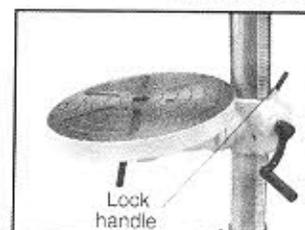

Ilustración 9
D. Inclinación a 360° Afloje la palanca de fijación y luego oscile la mesa a la posición apropiada. Apriete de nuevo la palanca (ilustración 9).